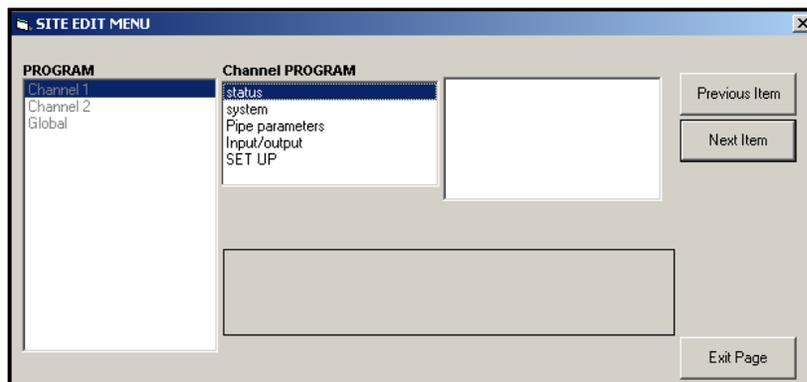

Figure 41 : Fenêtre Menu de modification du site
- Pour entrer des données dans le programme utilisateur, double-cliquez sur le *Menu de modification du site*. La fenêtre ressemble à la Figure 41.
- Pour accéder à un menu particulier (Voie 1, Voie 2, ou Général), mettez en surbrillance et double-cliquez sur le menu souhaité dans le volet de gauche. Par exemple, cliquer sur la voie 1 dans la Figure 41 ouvre la liste des options affichées dans le volet central.
PanaView retourne au menu PROGRAMME Voie (voir Figure 41 à la page 87). Passez à l'option Système.
- Si vous n'utilisez pas le DÉBIT MASSIQUE, PanaView revient à la fenêtre Channel PROGRAM illustrée à la Figure 41 à la page 87. Passez à l'option Tuyau.
- PanaView retourne à la fenêtre Channel PROGRAM illustrée à la Figure 41 à la page 87. Passez à l'option Tuyau sur la page suivante.